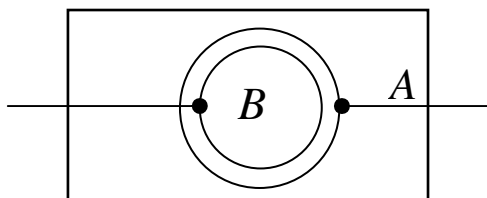

Рис. 3
1. В исходной схеме заменить плоские электроды на цилиндрические, установив их так, чтобы их оси совпадали (коаксиально) (рис.3).